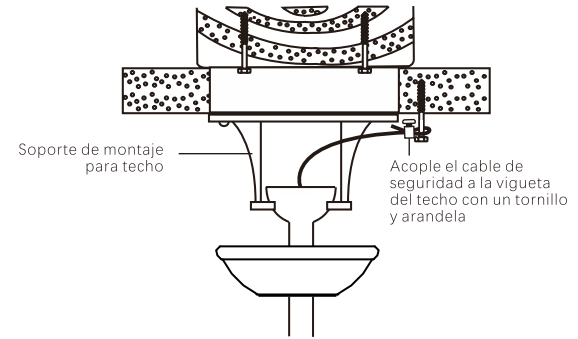

Imagen 11
**Paso 1.** Acople el tornillo para madera y la arandela a la vigueta del techo al lado del soporte de montaje, pero no lo ajuste. (Imagen 11)